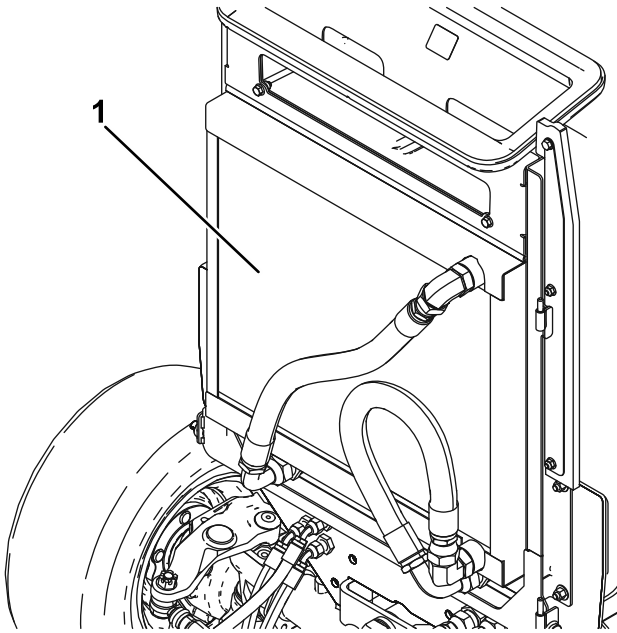

Bild 103
4. Reinigen Sie beide Seiten des Ölkühler- und des Kühlerbereichs (Bild 103) gründlich mit Druckluft. Blasen Sie Rückstände von vorne nach hinten heraus. Reinigen Sie dann von hinten und blasen Sie nach vorne. Wiederholen Sie diesen Vorgang mehrmals, bis alle Rückstände entfernt sind.